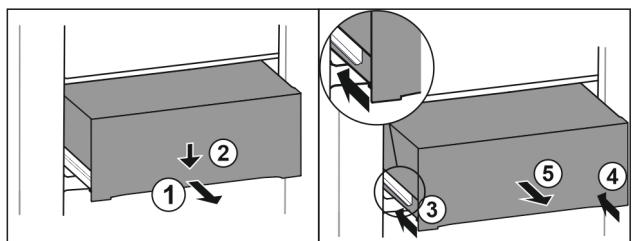

Fig. 103
- ▶ 将抽屉拉出一半。 Fig. 103 (1)
- ▶ 朝下按压正面的抽屉。 Fig. 103 (2)
- ▶ 将左侧轨道推入大约 2 cm。 Fig. 103 (3)
- ▶ 将右侧轨道推入大约 2 cm。 Fig. 103 (4)
- ▶ 朝前取出抽屉。 Fig. 103 (5)